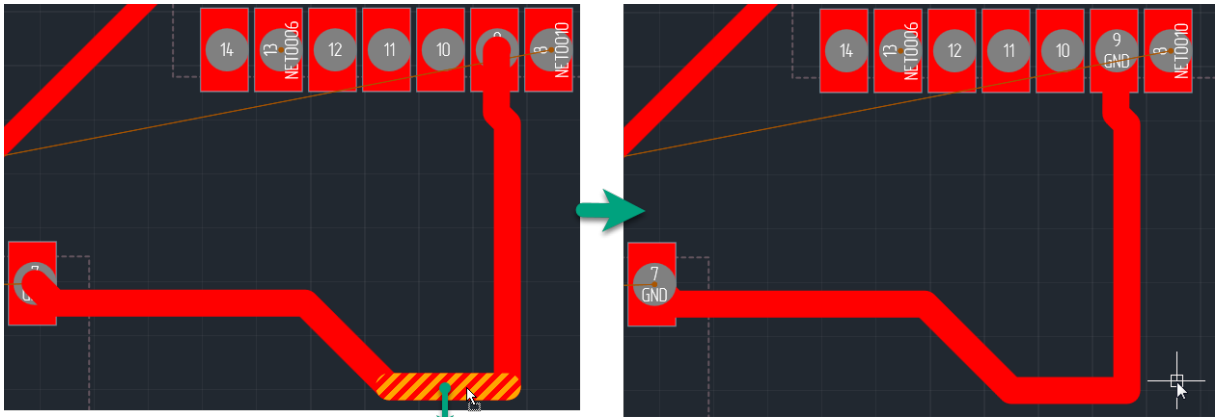

Рис. 223 Перемещение сегмента трека
2. Нажать левую кнопку мыши, и, удерживая ее, переместить сегмент. Перемещение сегмента определяется перемещением курсора, см. Рис. 223.